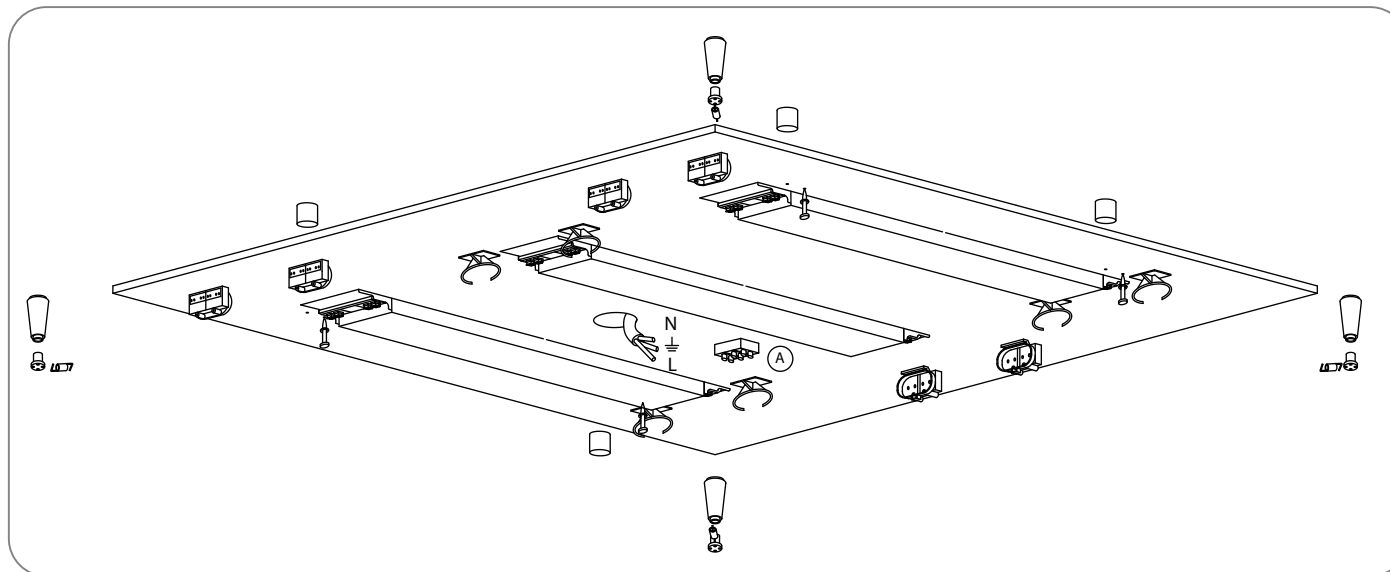

Fig.2
3. Die Lampensockel C mit Hilfe der Dübel und Schrauben im Sinne der Abbildung 2 unter BERÜCKSICHTIGUNG der in der Abbildung 3 angegebenen Abmessungen anbringen. HINWEIS: Verwenden Sie die Schablone (wobei darauf zu achten ist, einen sauberen Anschlag am Platterang im Sinne der Abbildung 3 herzustellen) zur berechnung des Abstandes zwischen den Lampensockeln. Diese Abmessungen sind sehr wichtig für das ordnungsgemäße Anbringen des Stoffes.
3. Collocare le bussolle C mediante tasselli e tirafondo come da fig 2 OSSERVANDO le misure indicate in fig 3. NOTE: Utilizzare il modello (avendo cura di fare fondo sul bordo della piastrina, come da fig 3) per il calcolo delle distanze delle bussolle. Tali misure sono MOLTO IMPORTANTI per la corretta collocazione della tela.
3. Mettre les douilles C a l'aide de chevilles et de tire-fonds fig 2 EN RESPECTANT les mesures indiquées dans la fig 3. NOTE: Utiliser le gabarit pour le calcul des separations des douilles (en prenant soin de bien la placer contre le bord de la plaque fig 3). Ces mesures sont TRES IMPORTANTES pour bien placer la toile.
3. Colocar los conos C mediante tacos y tirafondos, como indica la fig 2 y RESPETANDO las medidas que indica la fig 3. NOTA: Utilizar la plantilla para el cálculo de las distancias de los conos, teniendo cuidado de hacer bien tope en el borde de la placa (fig 3). Estas medidas son MUY IMPORTANTES para que la tela quede correctamente colocada.